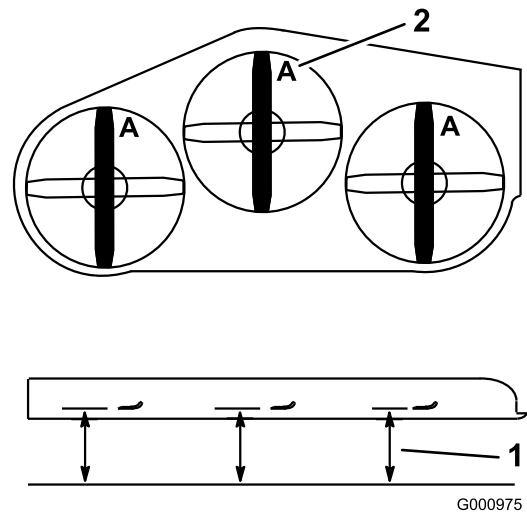

Figure 63
1. Tournez les lames dans le sens longitudinal (Figure 63). Mesurez la distance entre la surface
plane et le tranchant (position A) des lames (Figure 63) et notez cette valeur.